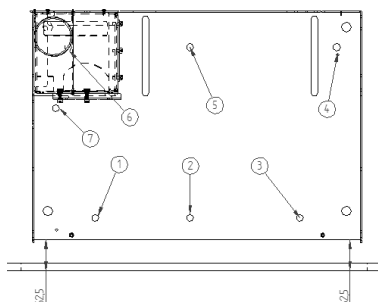

Figura 8 – Fixação base do equipamento
- Como pode observar-se na Figura 8, tem de se deixar uma distância de 62,5mm da base ao frontal da parede (tem que ficar perfeitamente paralelo).